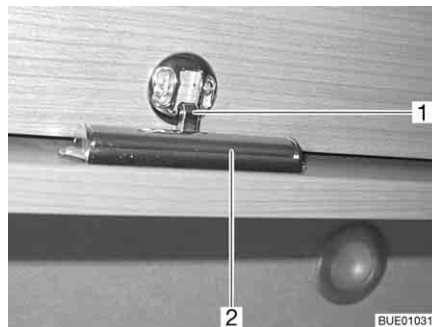

Bild 57 Skåplucka med låslist
- Tryck på låslisten (Bild 57,2) på skåpluckans insida och håll den intryckt.
- Tryck ner skåpluckan tills låset hörbart (Bild 57,1) griper tag.